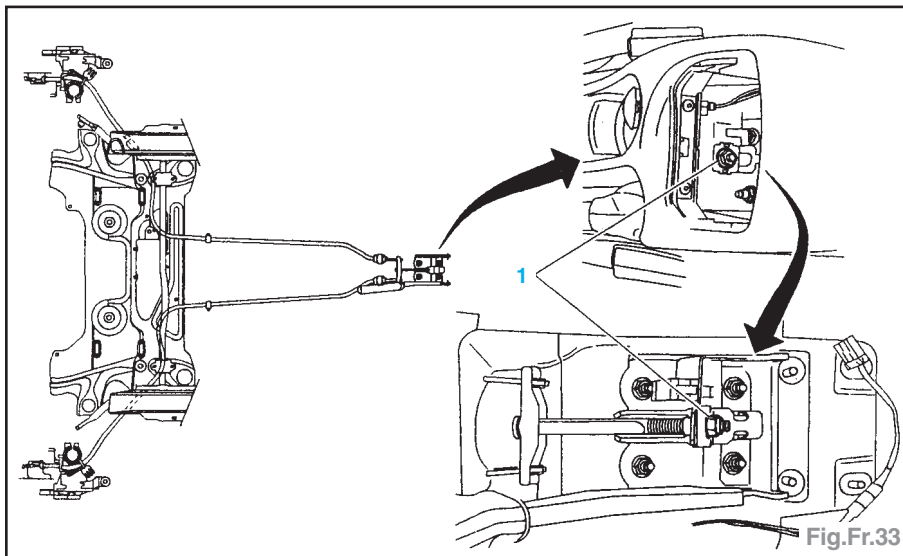

Fig.Fr.33
- (1) écrou de réglage de tension des câbles de frein de parking (Fig.Fr.33).
- Serrer l'écrou (1) jusqu'au serrage des freins avant.